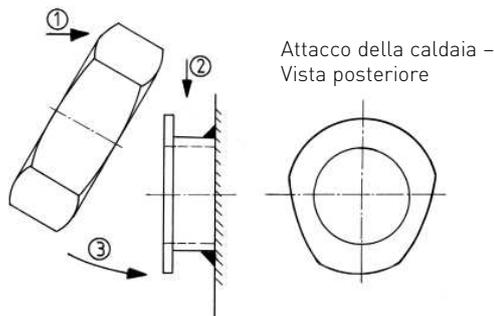

Fig. 7 Applicare il dado per raccordi
2. Applicare dadi per raccordi agli attacchi della caldaia su lato del Modulo Porta Accessori: applicare il dado per raccordi nella parte superiore dell'attacco della caldaia ①, premere verso il basso ② e imboccare in basso ③ – Fig. 7, 8.